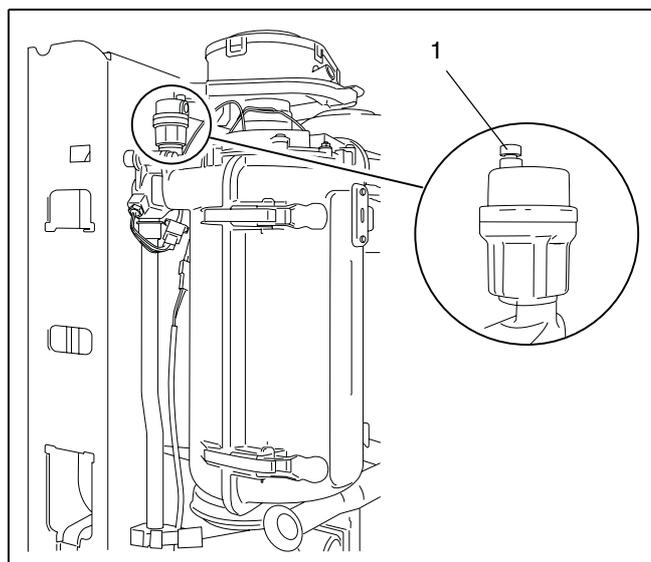

Fig. 15 Disaeratore automatico
Le caldaie murali ad alto rendimento **Logamax plus GB132-24(K)** sono dotate di un dispositivo di disaerazione (vedi fig. 15) che provvede a disaerare automaticamente l'apparecchio. In talune circostanze può essere necessario dotare l'impianto di riscaldamento di dispositivi di disaerazione supplementari oltre a quelli standard previsti sui vari corpi scaldanti (termosifoni).
- Ruotare il tappo del disaeratore posto in cima all'apparecchio sulla sinistra (fig. 15, pos.1) facendogli compiere un solo giro.